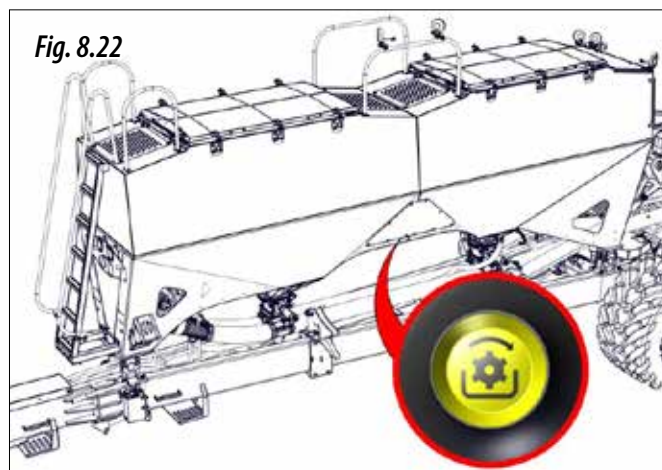

Fig. 8.22
**7-** Cu unitatea de control configurată. Țineți apăsat butonul de calibrare (Fig. 8.22) pentru a începe testul de calibrare.